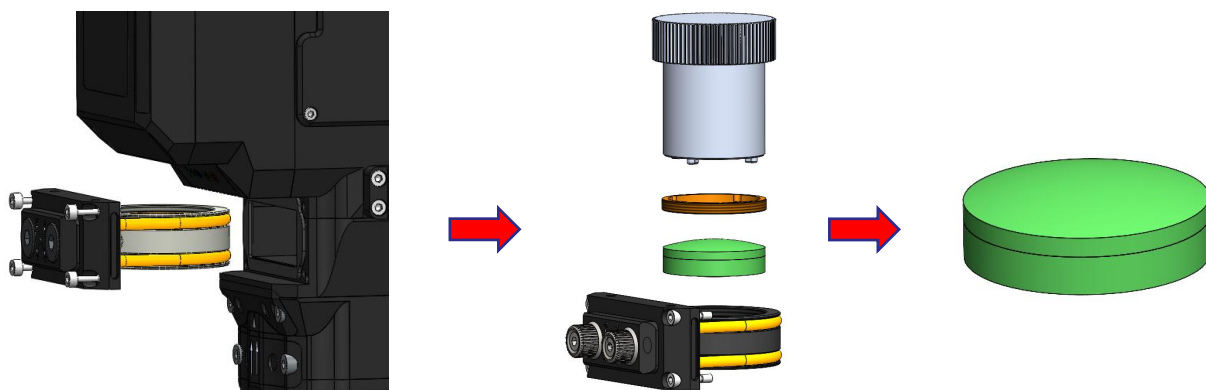

图5.8
① 如下图5.8所示，松掉 4 颗 M3×12的防脱落螺钉，将聚焦镜抽屉取出，然后借助辅助扳手将聚焦镜取出。